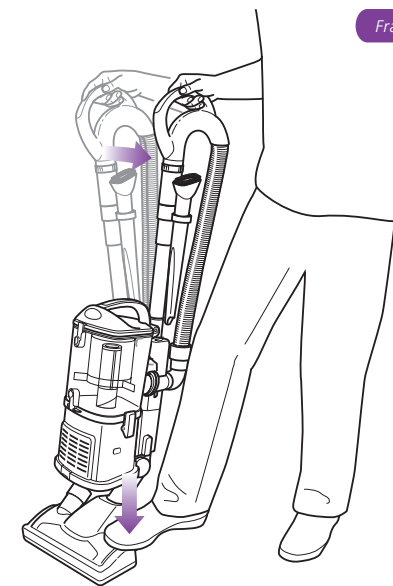

Fig. 12
- 4 Tenez doucement l'embout à plancher contre le sol avec votre pied pendant que vous saisissez la poignée et l'inclinez vers vous. (Fig. 12)